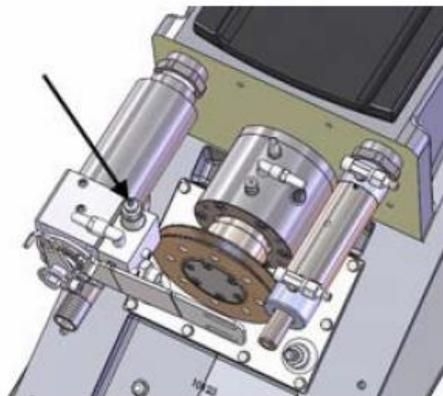

Figura 14. Lubrificazione del cuscinetto posteriore
- Se il sistema di lubrificazione automatica manda troppo grasso (il serbatoio si svuota velocemente), diminuire la pressione della molla svitando la vite di regolazione (figura 14).
- Se il sistema di lubrificazione automatico non manda grasso al cuscinetto posteriore (basse temperature, grasso troppo denso), aumentare la tensione della molla avvitando la vite di regolazione (figura 14).